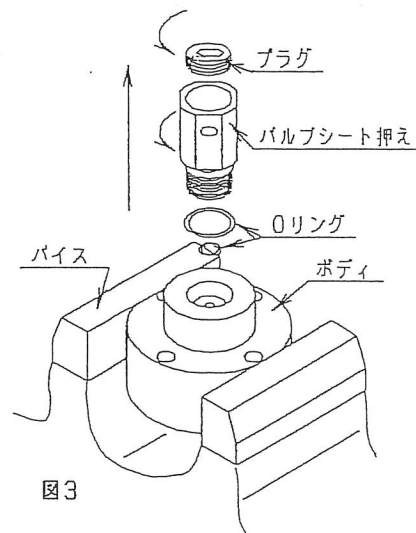

図3
- ④ ボディの二面取り部をバイスに固定し、呼び41のスパナを掛けてバルブシート押えを緩めます。その際、バルブシート押えやプラグに壊食が見られれば交換してください。(図3)